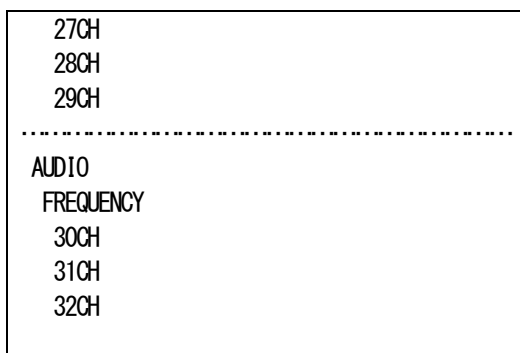

図4-42 オンスクリーンメニュー(FREQUENCY例)
- 1) AUDIOメニューで「FREQUENCY[FREQ.]」を選択し、**ENTER**ボタンを押すと図4-42のような設定メニューが表示されます。